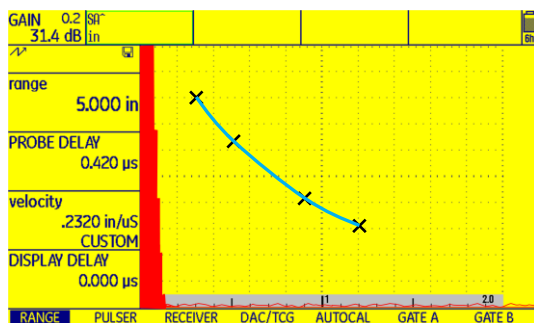

Figura No. 110: Curva DAC
- Dibujar una línea que conecte las marcas para obtener la Curva de Corrección Distancia Amplitud (Curva DAC), figura No. 110.